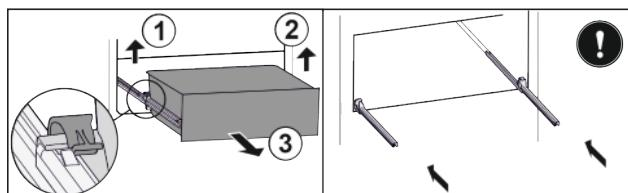

Fig. 36*
- Zásuvku odpojte vlevo Fig. 36 (1).*
- Odpojte vpravo Fig. 36 (2).*
- Odeberte směrem dopředu Fig. 36 (3).*